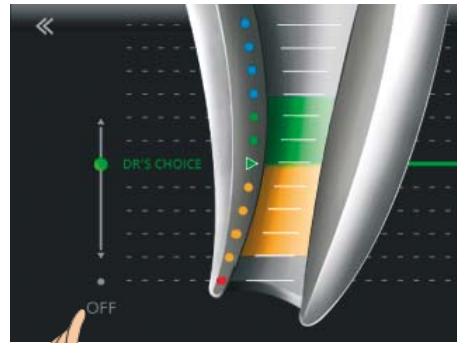

Fig. 25 Appuyez sur OFF
• Pour désactiver la ligne apicale personnalisée, retournez dans le menu Réglages, sélectionnez DR'S CHOICE et appuyez sur OFF (Fig. 25).